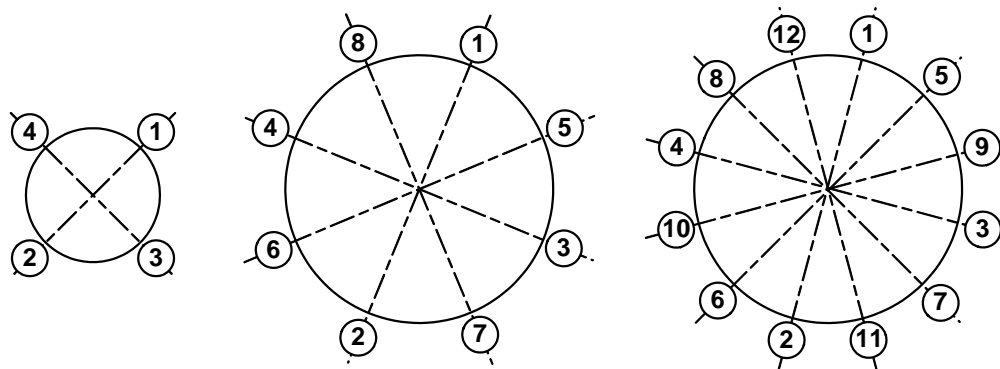

Рис. 5. Очередность затяжки гаек на фланцах.
- 3.2.8.4. Затяжка гаек при установке ЭМР (имитатора) в трубопровод должна производиться в очередности, обозначенной на рис.5, динамометрическим ключом с крутящим моментом не более, указанного в табл.2. **В случае превышения усилия затяжки возможно повреждение ППР, вызывающее протечку жидкости во внутреннюю полость ЭМР.**